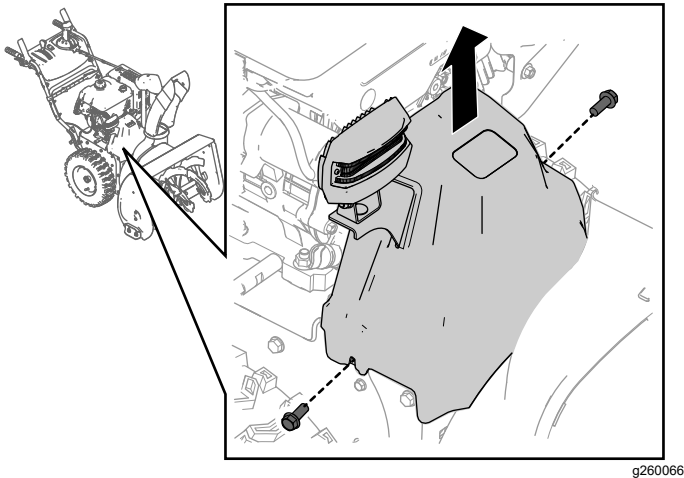

Bild 34
1. Entfernen Sie die beiden Schrauben, die die Riemenabdeckung halten (Bild 34).
2. Entfernen Sie die Riemenabdeckung (Bild 34).